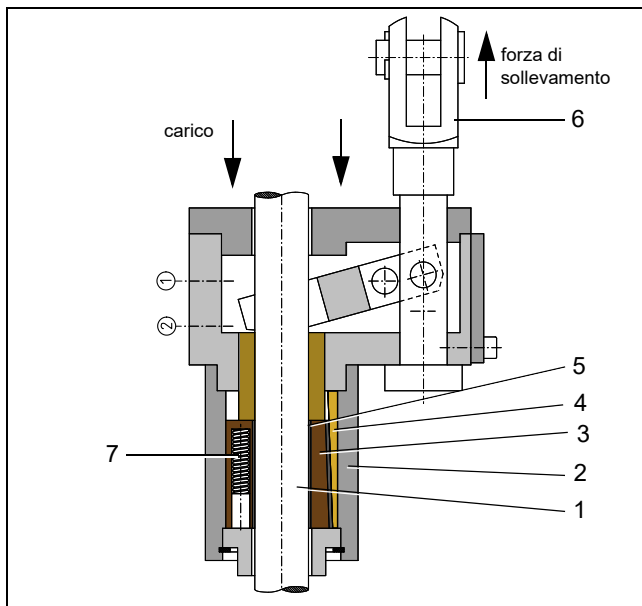

Fig. 2: Montaggio del dispositivo anticaduta KRM (serraggio rilasciato)
La barra da pistone o di arresto (1) Fig. 2 è circondata dall'alloggiamento (2) Fig. 2, in cui sono alloggiati le cosiddette ganasce di presa (3 Fig. 2), ciascuna provvista di un pattino di scorrimento (4 Fig. 2) e di un pattino di frenata (5 Fig. 2). Il tirante del dispositivo di sollevamento teso nella barra di comando (6) Fig. 2, mantiene aperte le ganasce di presa in modo che la barra si possa muovere liberamente. Le molle (7) Fig. 2 sono pretensionate.